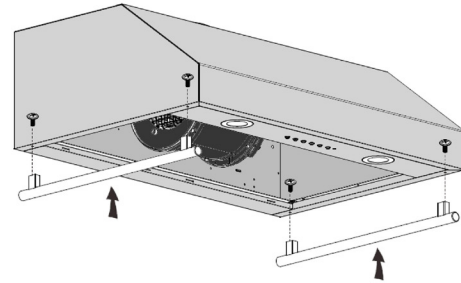

Figure 12
- Placer la barre vis-à-vis des trous de montage et utiliser les vis M4 x 12 mm pour fixer la barre à la hotte (figure 12).